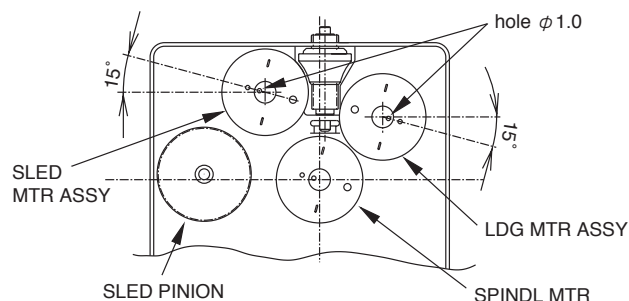

Fig. 6-6
- Reinstall the SLED/LDG MTR ASSY paying attention to the polarity of its terminals. (Fig. 6-6)
- SLED、LDG MTR ASSY は、端子の極性に注意して取り付けすること。(Fig. 6-6)